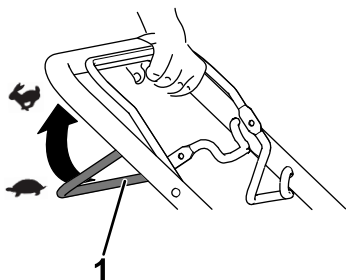

Figura 11
- Para engatar a transmissão autopropulsora, empurre a barra da transmissão autopropulsora contra a pega e segure-a (Figura 11).